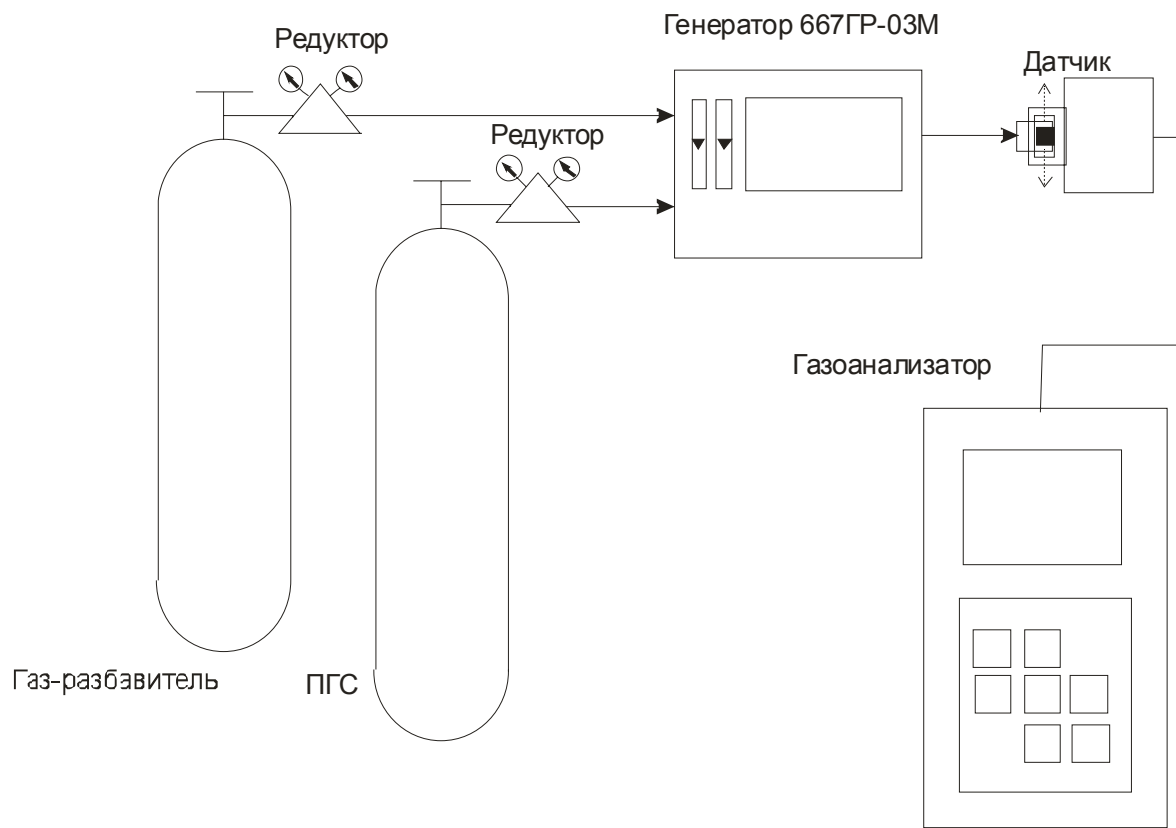

Рис. 1 Схема подачи ПГС на датчик газоанализатора.
- д) сборка газовой схемы согласно рис.1 Приложения 1 к настоящей методике;